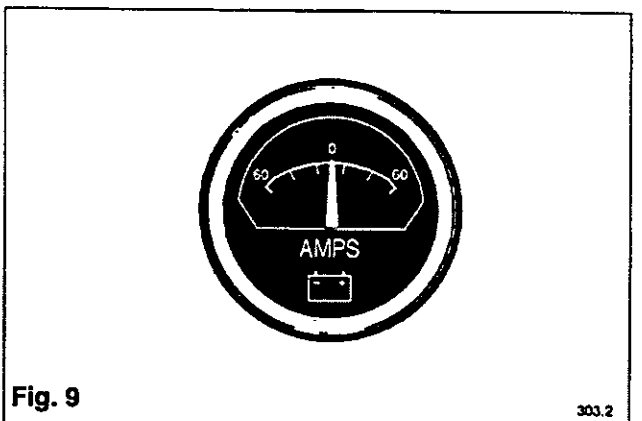

Fig. 9
**Ampèremètre (Ampères) Fig. 9**